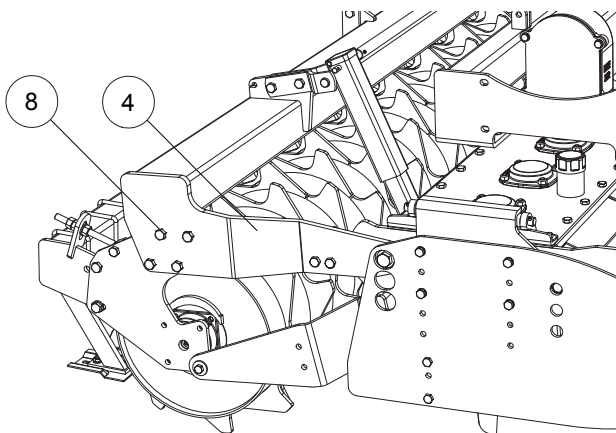

FIG. 9
- Die Walzen Trägerschiene (3, Fig.9) mit geeigneten Untersetzer stützen, um die Einsetzung der Walze zu arrangieren.
- Die Walzengruppe aufbauen. Die Schrauben (8, "Fig. 9") der Walzenträger an den Arm (4) befestigen.